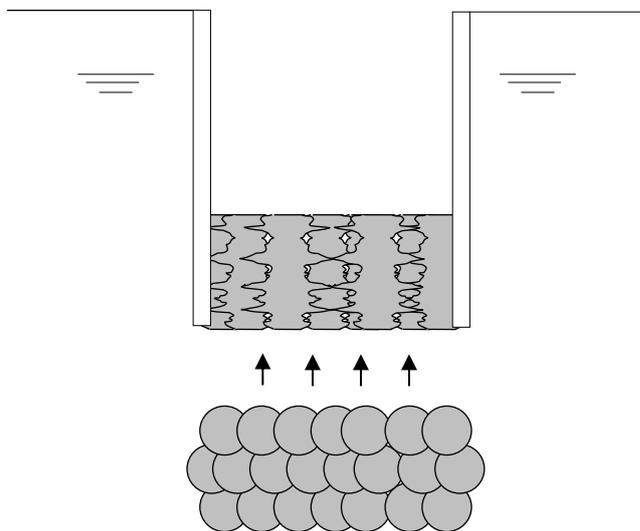
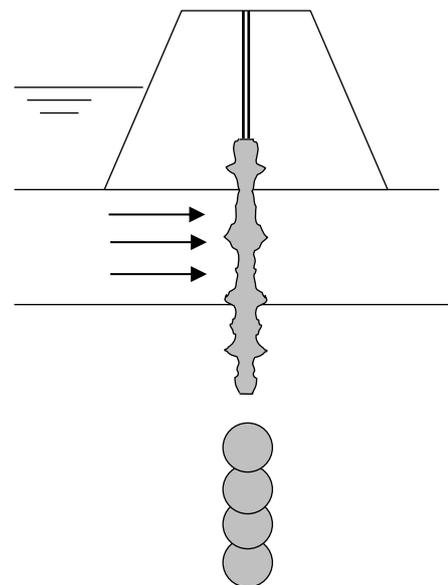

Figura 12. Croquis de tapón de Jet
Figura 13. Croquis de barreras de impermeabilización de impermeabilización
H. **En la creación de pantallas de estanqueidad**, como es el caso de tapones de fondo en recintos apantallados sometidos a subpresiones (Figura 12), o en barreras de impermeabilización en núcleos de presas (Figura 13).